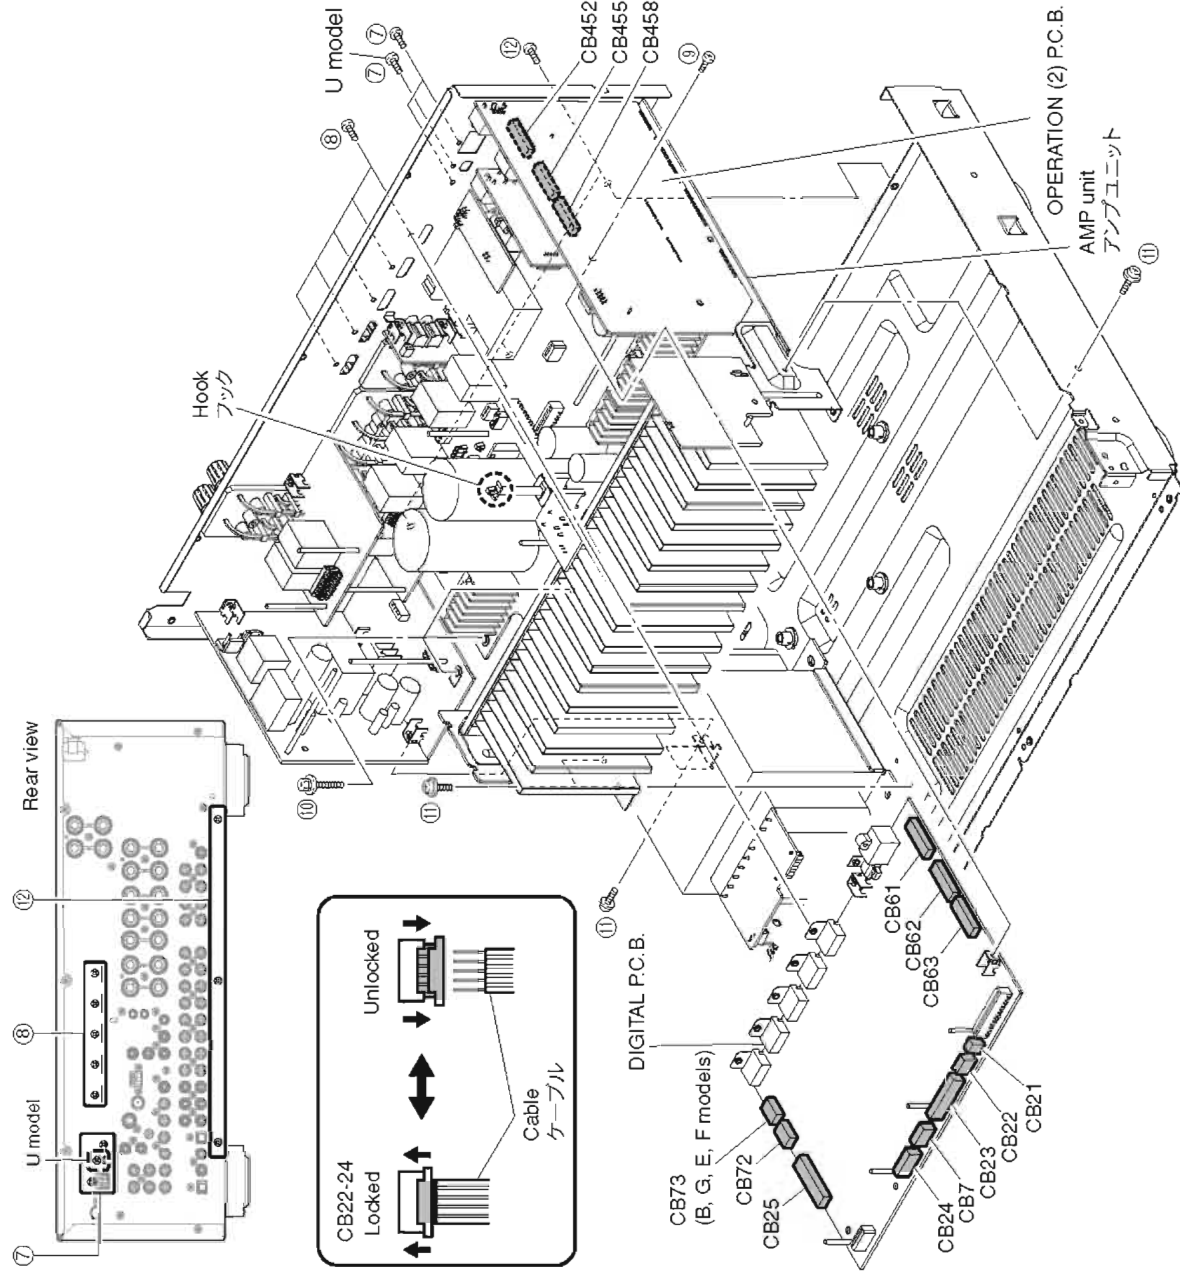

Fig. 2
- a. Remove 3 screws (U model) / 2 screws (C, R, T, K, A, B, G, E, F, L models) (⑦) and 5 screws (⑧). (Fig. 2)
- b. Remove screw (⑨). (Fig. 2)
- c. Remove CB7, CB21, CB25, CB72 and CB73 (B, G, E, F models). (Fig. 2)
- d. Unlock and remove CB22-24. (Fig. 2)
- e. Release hook. (Fig. 2)
- f. Remove the DIGITAL P.C.B. which is connected directly to the OPERATION (2) P.C.B. with board-to-board connectors. (Fig. 2)
- a. ⑦のネジ2本、⑧のネジ5本を外します。(Fig. 2)
- b. ⑨のネジ1本を外します。(Fig. 2)
- c. CB7、CB21、CB25、CB72を外します。(Fig. 2)
- d. ロックを外し、CB22～24を外します。(Fig. 2)
- e. フック1箇所を外します。(Fig. 2)
- f. DIGITAL P.C.B.を取り外します。ただし、DIGITAL P.C.B.はOPERATION (2) P.C.B.に基板対基板コネクタで直接接続されています。(Fig. 2)
- a. Remove 3 screws (⑩) and 4 screws (⑪). (Fig. 2)
- b. Remove 3 screws (⑫). (Fig. 2)
- c. Remove the amp unit. (Fig. 2)
- a. ⑩のネジ3本、⑪のネジ4本を外します。(Fig. 2)
- b. ⑫のネジ3本を外します。(Fig. 2)
- c. アンプユニットを取り外します。(Fig. 2)